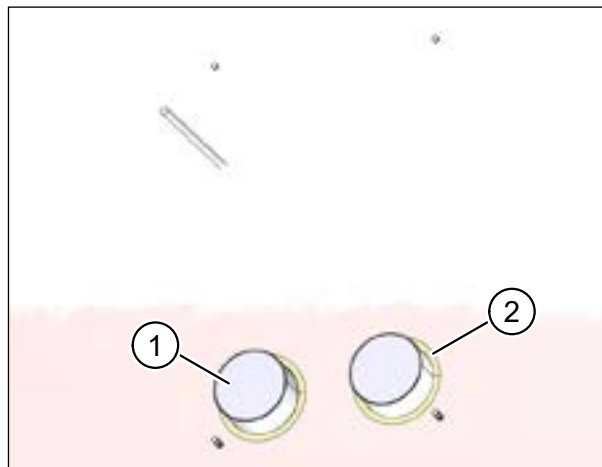

Рис. 28: заштукатурить внутреннюю стену
- ▶ Перед нанесением штукатурки закройте оба отверстия вентиляционных труб клейкой лентой (поз. 1 на рис. 28) или с помощью других подходящих материалов.
- ▶ Срежьте монтажную пену (поз. 2 на рис. 28) вровень со стеной плитой.